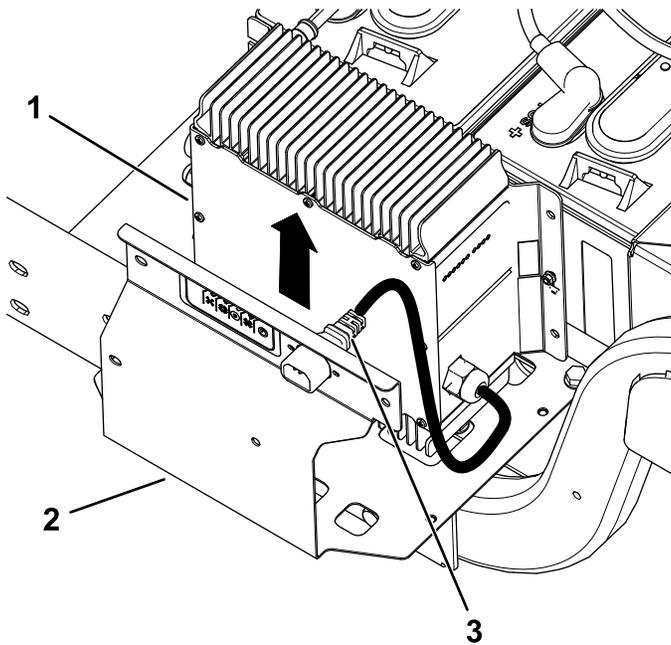

Figure 5
1. Déposez le chargeur et son câble du support (Figure 5).